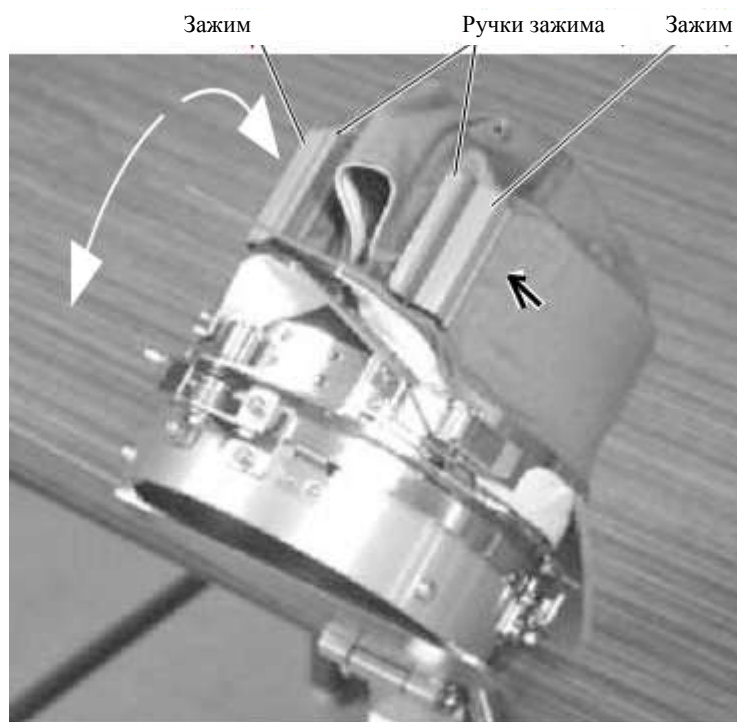

Рис. 4
4. Положите раму для шапок (без шапки) на привод для шапок машины (Обратитесь к операции 8 “Фиксация шапок обручами”). В этот момент, нужно отрегулировать машину так, чтобы направляющая на приводе для шапок не била по зажимной опоре, а зазор уменьшился до минимума. Для этого, снимите винта справа и слева (Рис. 4).
2. Отрегулируйте положение направляющей согласно высоте шапки. С целью регулирования, удалите винты слева и справа (Рис. 4).
6. Как показано на Рис. 4, наклоните растягиватель вперед. Зажмите заднюю часть шапки в двух местах, растягивая козырек, как показано на рисунке стрелками.